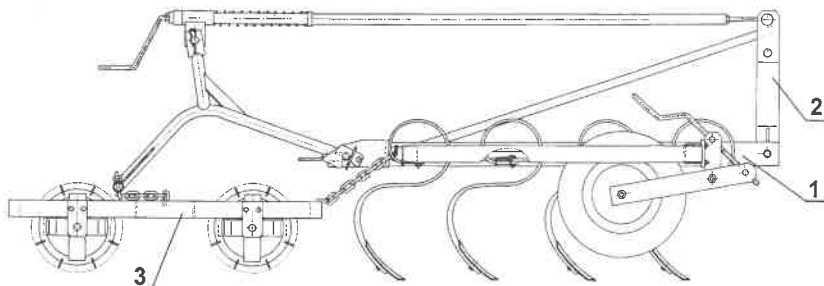

Figure 2. Combiné de préparation de sol à arbre arrière : 1 - châssis du cultivateur, 2 - support du point d'attelage, 3 - arbre arrière à corde
Dans les combinés de préparation du sol sans rouleau avant (**fig. 2**) le châssis du cultivateur (1) constitue le châssis principal du combiné auquel sont attachés les rouleaux arrières à un ou deux rangs (3). Dans la partie avant du châssis du cultivateur se trouve le point d'attelage (2).